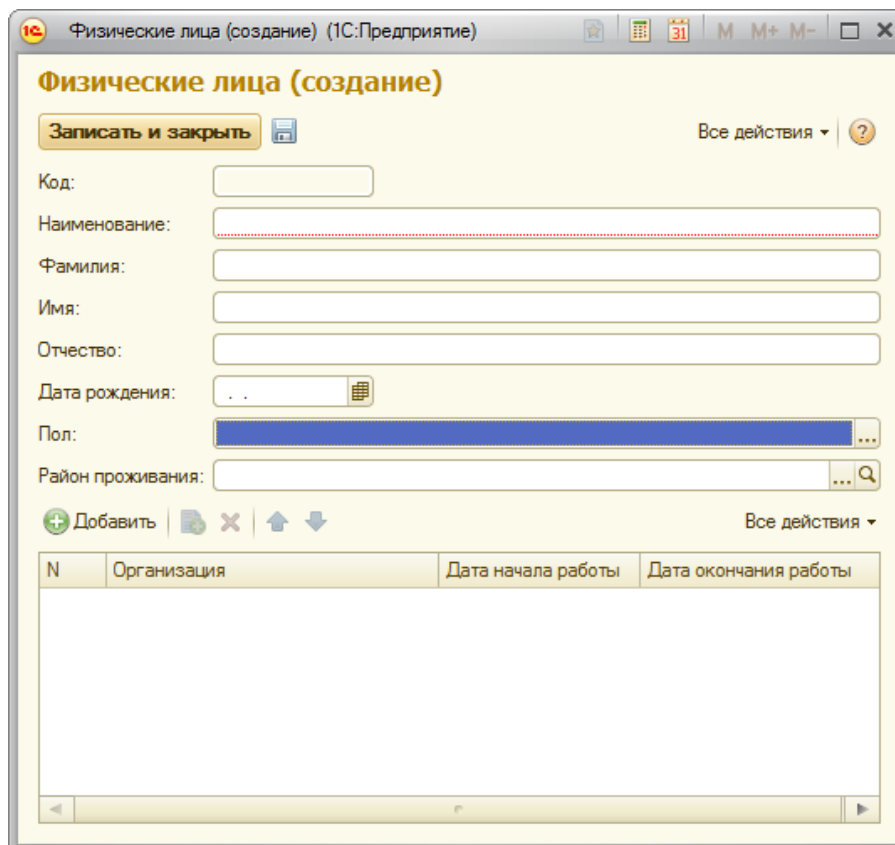

Рисунок 3.10- Форма справочника, сгенерированная автоматически
8. Просмотрим стандартную форму справочника. Если мы попытаемся открыть справочник в режиме 1С:Предприятие – с ним можно будет работать, так как система автоматически сгенерирует его форму, Рисунок 3.10. – с автоматически созданными формами мы уже встречались ранее. Такие формы подходят в том случае, если мы не планируем каким-либо образом вмешиваться в функционирование формы из Конфигуратора.